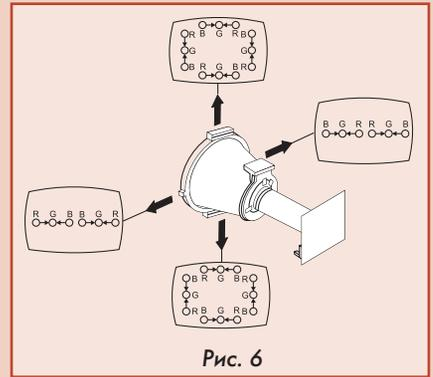

Рис. 6
2. Перемещая ОС в соответствующем направлении (рис. 6), добиваются совмещения лучей в точках на краях экрана.